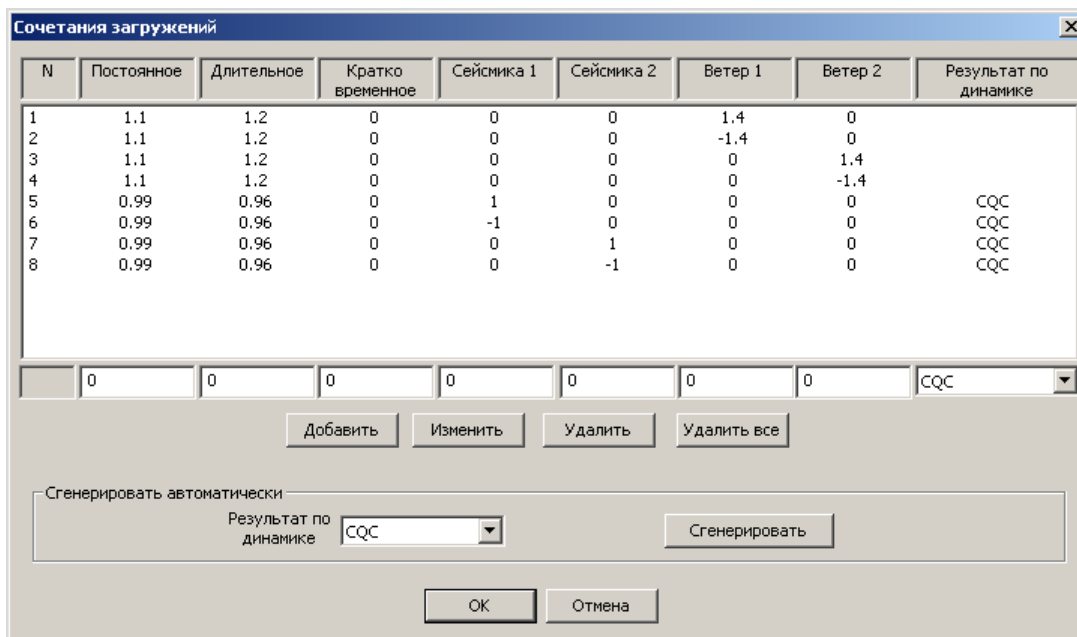

Рис.1.21.5. Окно диалога Сочетания загрузений
- В открывшемся окне диалога **Сочетания загрузок** (рис.1.21.5) задайте следующие параметры: